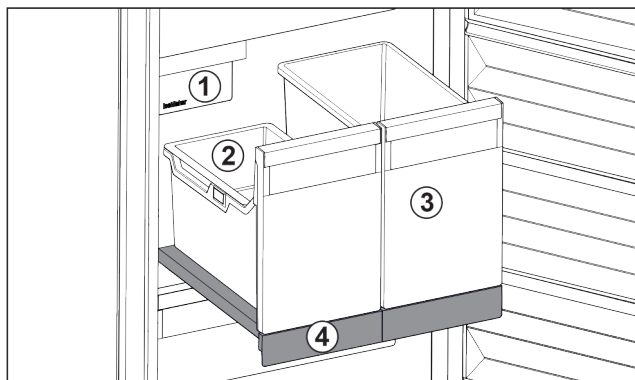

Fig. 32 Vyťahovacia polička s IceTower
Na vyťahovacej poličke sú dve vysoké nádoby (IceTower). V nádobe Fig. 32 (2) sa hromadia a skladujú kocky ľadu z IceMaker. Nádobu Fig. 32 (3) sa hodí na skladovanie vysokých potravín, ako sú pizze alebo alkoholické nápoje.